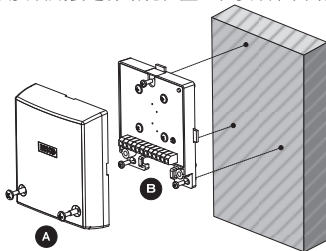

图1：安装探测器在金属表面
2. 拆除前盖固定螺丝并将其和底板分离，如图1(A) / 2(B)。
直接安装在金属表面 (如图. 1)
- c. 使用配送的固定螺丝将探测器固定，如图1 (B)。
- 8) 将前盖装回并锁紧前盖固定螺丝; 如图1(A) / 2(B)。